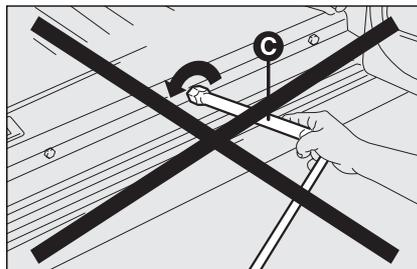
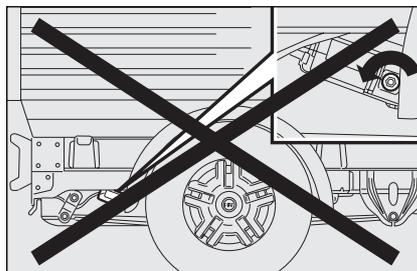

Abb. 9a
Abb. 9b
**Sowohl für Lieferwagen Abb. 9a als auch für Kastenwagen Abb. 9b, nach dem anheben/blockieren des Ersatzrades muss der Zündschlüssel abgezogen werden. Passen Sie dabei bitte auf, dass Sie diesen beim Versuch, den Auszug des Schlüssels zu beschleunigen, nicht in die umgekehrte Richtung drehen, um die Lösung der Befestigungsvorrichtung zu vermeiden.**